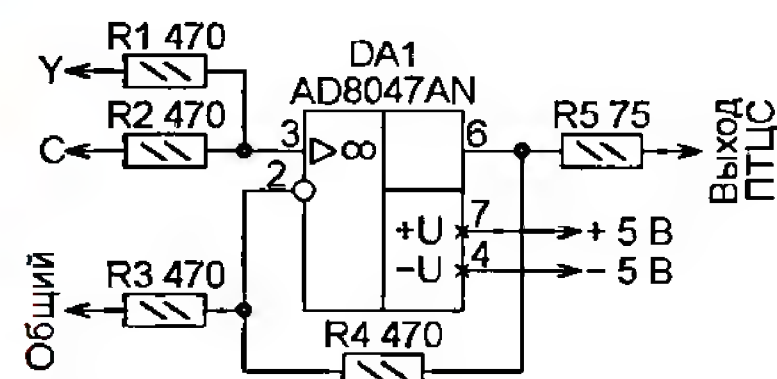

Рис. 4
Получение полного цветового видеосигнала из сигналов яркости (Y) и цветности (C) (рис. 4 <[http://elm-chan.org/works/tvsg/sg\\_main.png](http://elm-chan.org/works/tvsg/sg_main.png)>). Суммирование яркостного и цветового компонентов видеосигнала с помощью резисторов R1 и R2 происходит на неинвертирующем входе OY DA1. В некоторых случаях качество изображения улучшается, если между точкой суммирования и общим проводом установить конденсатор ёмкостью 18 пФ.